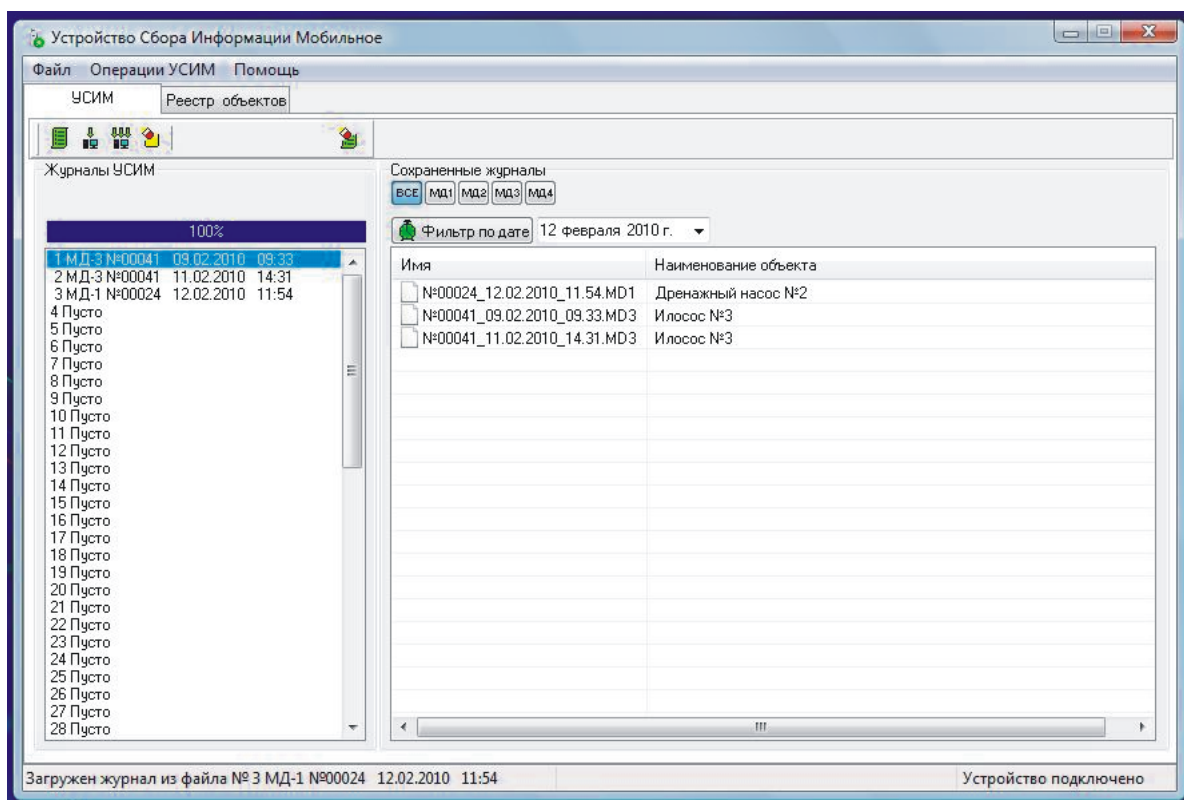

Рисунок 4 – отображение списка журналов.
5.3.5 В открывшемся окне программы кликните в поле «Соединение УСИМ» - на экране ПК откроется окно, изображенное на рис.4, и запустится процесс считывания списка журналов УСИМ. По окончании процесса в поле «Журналы УСИМ» отобразится список сохраненных устройством файлов.
5.3.6 Нажмите кнопку 1 (рис.4) на панели быстрого доступа программы — по этой команде все файлы УСИМ будут последовательно переписаны на жесткий диск ПК (в папку «Журналы»). Список сохраненных журналов отображается в поле «Сохраненные журналы».